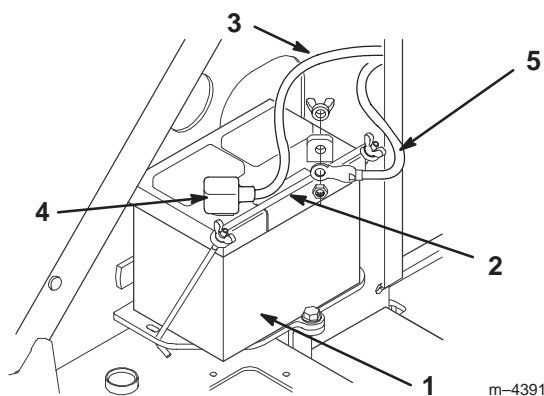

Figure 3
2. Enlevez les écrous papillons et la barre de fixation de la batterie (Fig. 3).
10. Placez la batterie dans le châssis (Fig. 3).
11. Fixez la batterie à l’aide de la barre et des écrous papillons retirés précédemment (Fig. 3).
12. Connectez le câble positif (rouge) à la borne positive (+) de la batterie à l’aide du boulon et de l’écrou papillon fournis avec la batterie (Fig. 3). Glissez le capuchon de caoutchouc sur la borne de la batterie.
13. Connectez le câble négatif (noir) à la borne négative (-) de la batterie à l’aide du boulon et de l’écrou papillon fournis avec la batterie (Fig. 3).